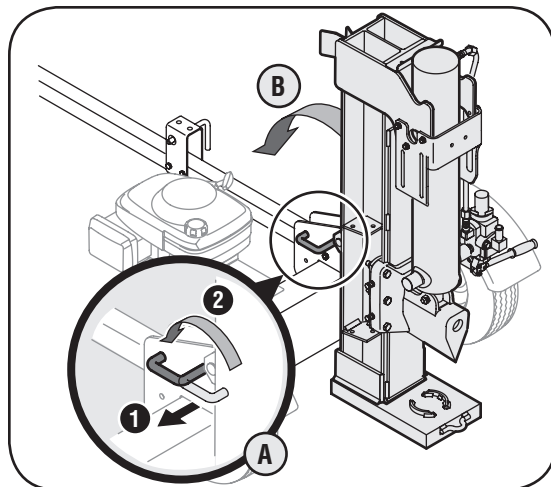

Figura 3-3
1. Tire hacia afuera del bloqueo de vigueta vertical, rótelo hacia atrás y gire la vigueta a la posición horizontal hasta que quede trabada. Vea la Figura 3-3.